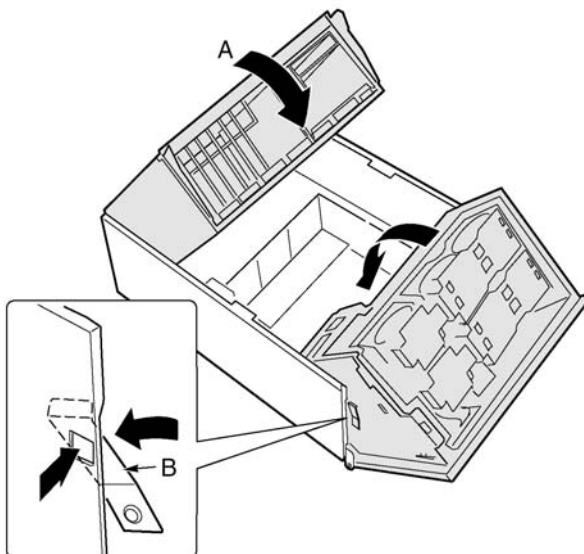

Figura 16 - Chiusura del telaio inferiore anteriore e dell'alloggiamento posteriore elettronica
- b Tenere premuto il gancio a molla (Figura 16, B) e spingere il telaio inferiore anteriore verso il telaio principale.